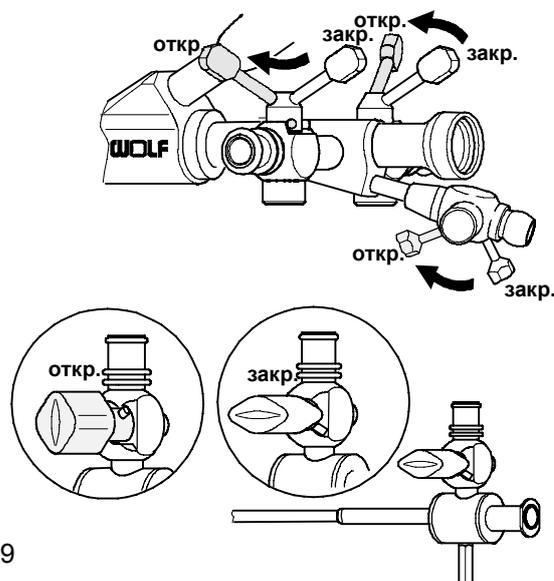

Рис. 9
- ◇ Установите краны в открытое положение и подсоедините к кронштейнам для подготовки. (рис. 9)